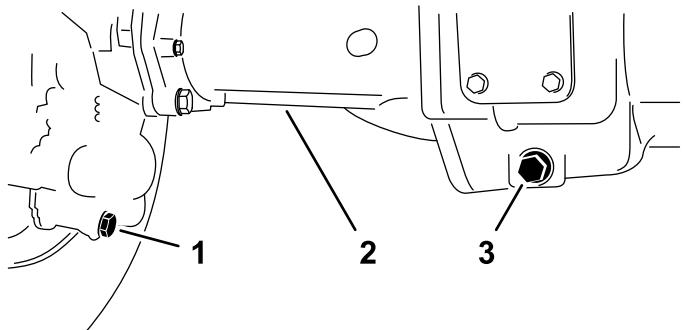

Figura 87
2. Limpie la zona alrededor de los tres tapones de vaciado (Figura 87) - uno en cada caja de engranajes cónicos (por fuera de las carcasa de los ejes) y uno en la caja de engranajes central.
3. Retire cada tapón de vaciado (Figura 87) y deje que se vacíe el aceite en un recipiente de vaciado.